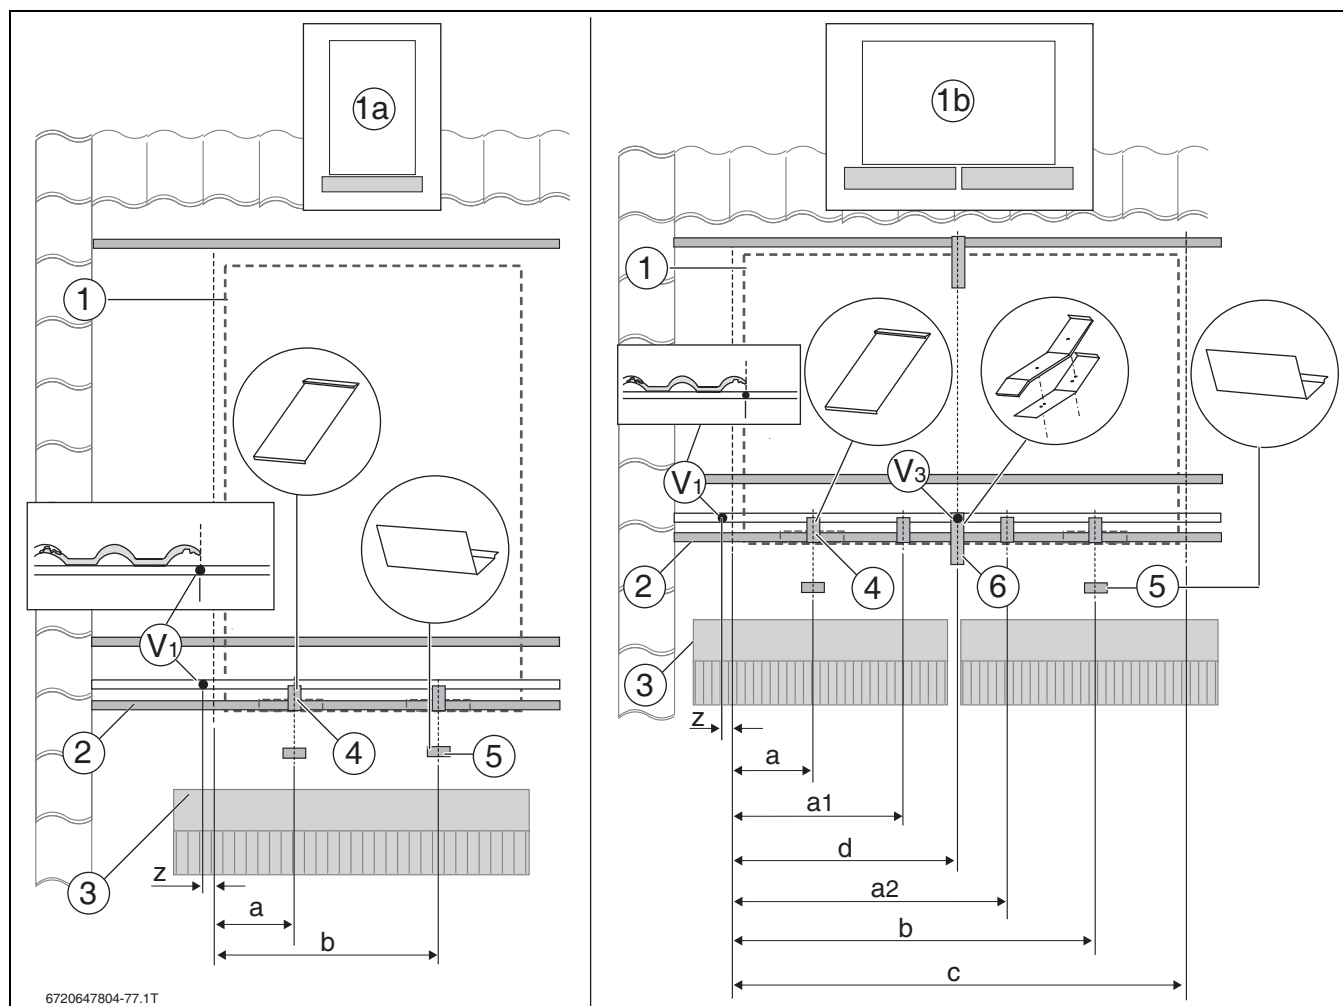

Рис. 42 Монтажные размеры для одиночных коллекторов
- **одиночные вертикальные коллекторы:** размеры a, b (→ рис. 42 и таб. 23, стр. 28)
- **одиночные горизонтальные коллекторы:** размеры a, a1, a2, b, c, d (→ рис. 42 и таб. 23, стр. 28)